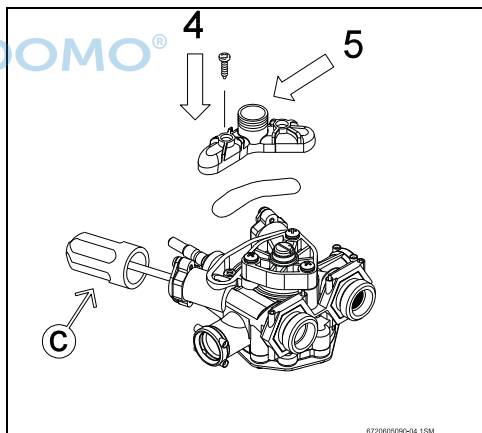

Fig. 4
- Monter la pièce de sortie de l'eau et le joint avec les vis ci-jointes, veiller à la bonne position du joint (voir pos. 4, Fig. 4).
- Monter la garniture de baignoire ou le bec verseur sur la pièce de sortie de l'eau (voir pos. 5, Fig. 4).
- Monter la calandre. Monter à gauche la manette du robinet d'eau chaude et à droite la manette du robinet d'eau froide (voir pos. C, Fig. 4).